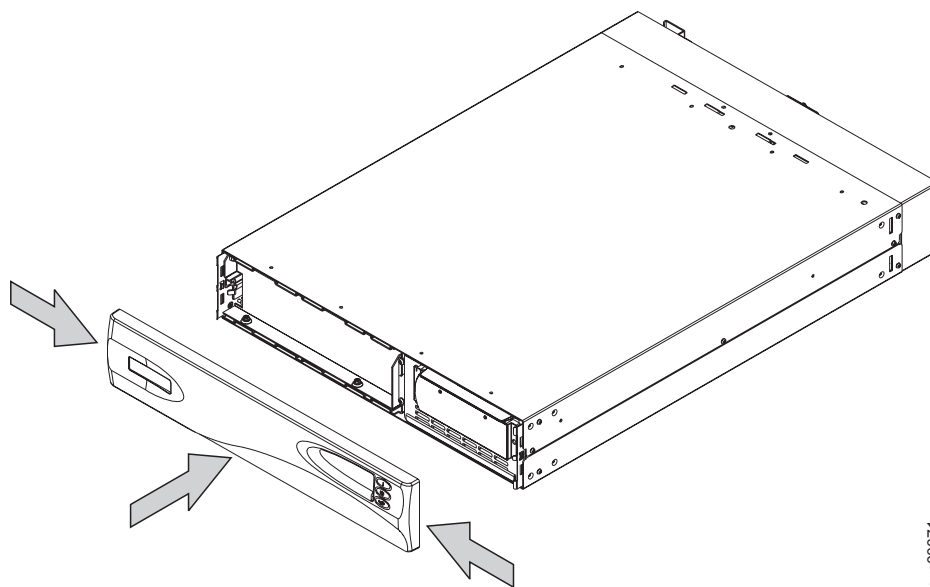

図 242. 2145 UPS のフロント・パネルの再取り付け
3. 図 242 に示すように、サイドを内側に押して、その両端を 2145 UPS に向かって押しながら、フロント・パネルを交換します。